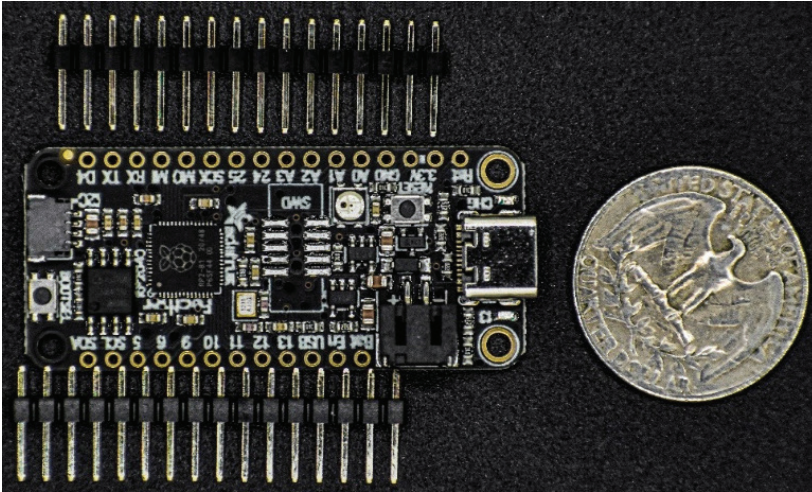

Рисунок 1.8. Adafruit Feather RP2040
- **Adafruit Feather RP2040.** Как следует из названия, эта плата от Adafruit (<https://bit.ly/3cm3tW0>) представляет собой печатную плату с микроконтроллером RP2040, несущую 8 МБ флеш-памяти. Как и в случае с SparkFun Thing Plus, она отлично сочетается с разъемами Qwiic/STEMMA7. Плата показана на рис. 1.8.
8 Требуется два штыревых разъема на 20 прямых контактов с шагом 2,54 мм (они показаны на рис. 1.8 и 1.10). Официальное название разъема – PLS-20. Если разъемы не входят в комплект поставки платы Raspberry Pi Pico, то в России их можно приобрести из источников, указанных в примечании на стр. 23. – *Прим. перев.*